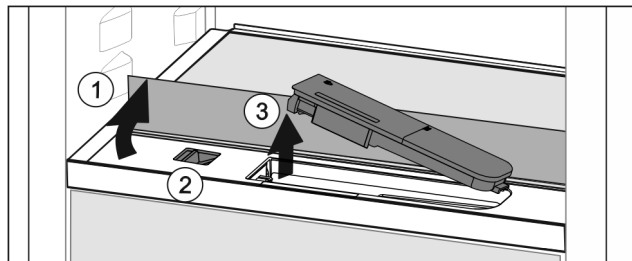

Fig. 87
- ▶ Stekleno ploščo dvignite in jo sklopite nazaj do omejevalnika Fig. 87 (1).
- ▶ Drsnik Fig. 87 (2) potisnite v levo.
- ▶ Odstranite rezervoar za vodo *Fig. 87 (3)*.